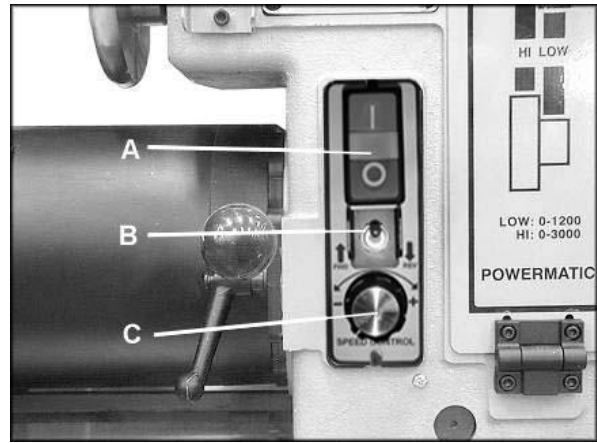
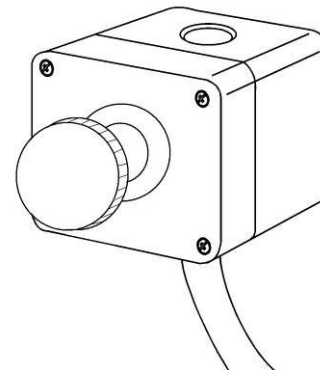

Fig 13
Fig 14
Mettre la machine en route avec le bouton "I" vert (A, Fig. 13). Arrêter la machine avec le bouton "0" rouge.
Pour arrêter la machine, appuyer soit sur le bouton "0" rouge (A, Fig. 13), soit sur le bouton marche / arrêt (Fig. 14) de la télécommande.
**Lorsque le bouton de la télécommande est poussé, appuyer sur le bouton "I" vert (A, Fig. 13) pour redémarrer la machine.**